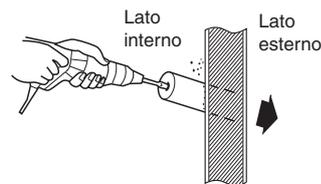

Fig. 3-48
- (8) Se tubazione e cavi devono essere sistemati verso la parte posteriore dell'unità, praticare fori nella parete. (Fig. 3-48).